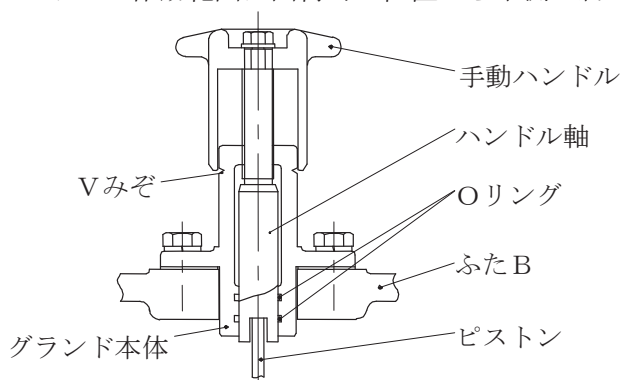

図5 手動ハンドル
- (1) ふたの上部に非常用ハンドルがあり、各非常用ハンドルの下端は各エレメントの上部に接触しています。通常は非常用ハンドルを使用する必要はありません。この非常用ハンドルは、センサが破損等により液体温度が異常に上昇したような場合のみ使用します。(図5参照)
- (2) 調節すべき液体の温度が異常に上昇したとき、非常用ハンドルを右に回転すれば、非常用ハンドルの先端がエレメントを押すため、シリンダ状弁体も押されて流路A・C間の通過面積が増し、クーラーや冷却塔を通る流量が増えて流体の過熱を防止することができます。
- (3) エレメントが正常な場合でも非常用ハンドルは、設定温度を微調整するために利用できます。非常用ハンドルを右に回転すると設定温度が少し低く、また、非常用ハンドルを左に回転すると設定温度が少し高くなります。変更可能な設定温度は±約5℃です。